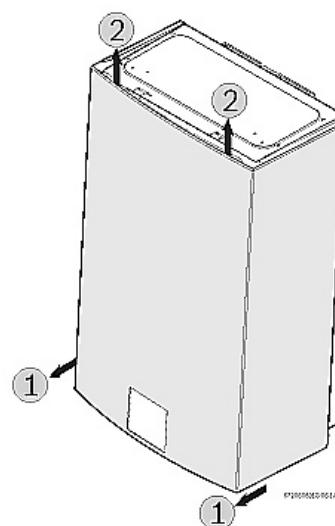

Fig. 7
- ▶ Mantel afnemen (fig. 7).
- ▶ Enlever le manteau (fig. 7).